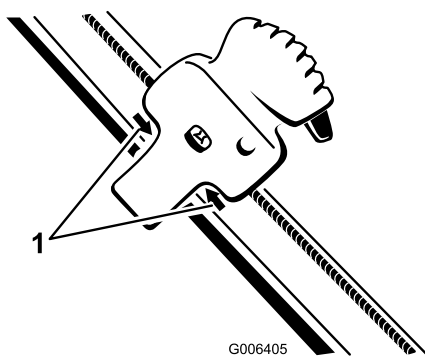

Figure 39
2. Placez la commande Quick Shoot entre les deux flèches situées sur le côté droit de la partie supérieure du guidon (Figure 39).